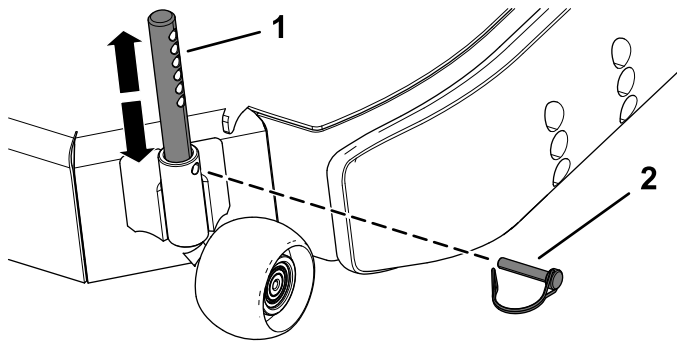

Figura 32
- Retire el pasador de bloqueo del pasador del rodillo (Figura 32).
- Mueva el pasador del rodillo arriba o abajo hasta la posición deseada y fíjelo con el pasador de bloqueo (Figura 32).